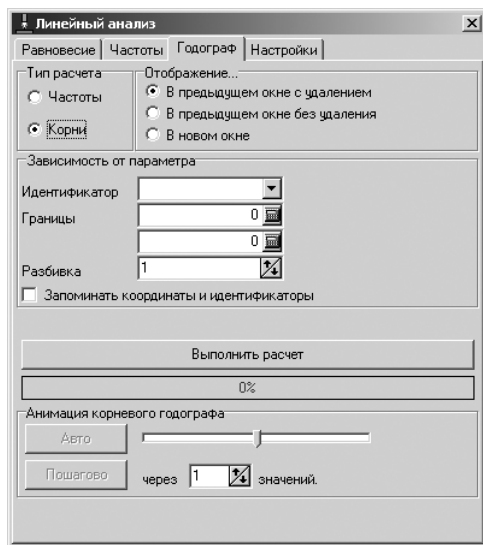

Рис. 2.113. Диалоговое окно **Линейный анализ** с открытой вкладкой **Годограф** и включенным переключателем **Корни**
- щелкните в диалоговом окне **Линейный анализ** по вкладке **Годограф**. Откроется соответствующая вкладка, см. рис. 2.113;